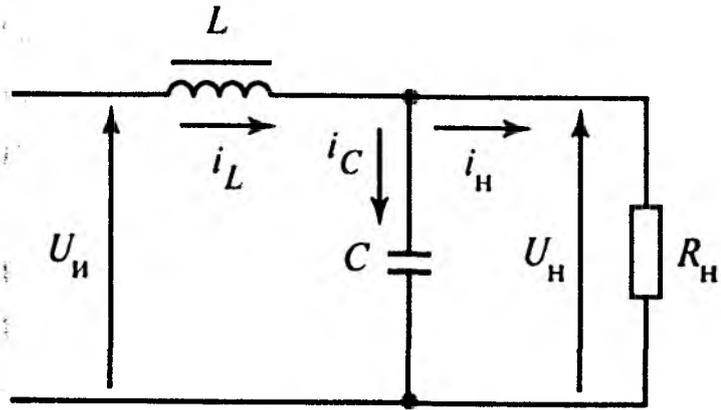

Рис.4
8. На выходе автономного инвертора напряжения поставлен  $LC$ -фильтр (рис.4). Определить: а) параметры  $LC$ -фильтра, если  $R_H = 100$  Ом,  $\rho = R_H$ ,  $f_H = 50$  Гц; б) коэффициент передачи основной гармоники  $K_{\Phi(1)}$  и коэффициенты передачи третьей  $K_{\Phi(3)}$  и пятой  $K_{\Phi(5)}$  гармоник.